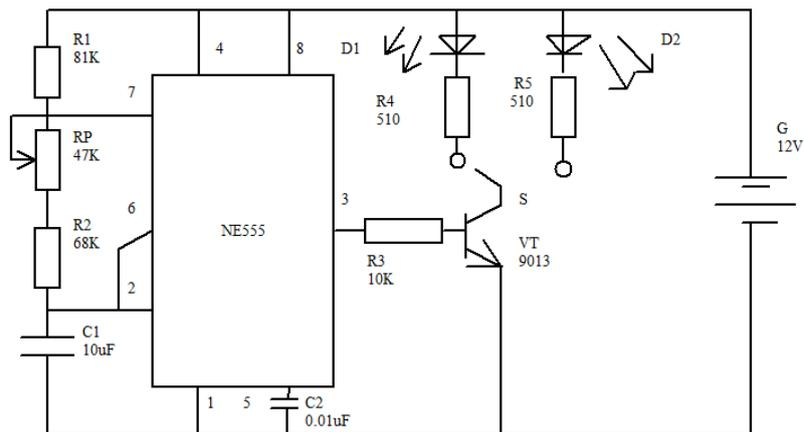

图 10-1 汽车转向灯电路
**二、工作原理** 汽车转向灯电路如图 10-1 所示，通电后，NE555 等元器件组成多谐振荡器，